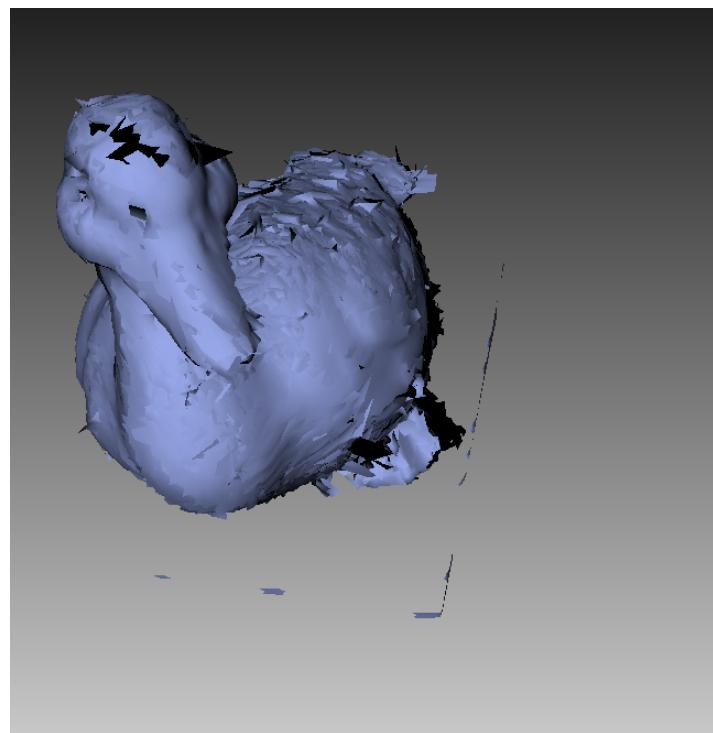

Рис. 8.27: Результат совмещения
4. Нажмите кнопку *Собрать...* для запуска совмещения с указанными ограничениями (результаты сборки показаны на Рис. 8.27). Если вас не устраивают результаты сборки, нажмите кнопку ↲ и создайте дополнительные наборы точек или переместите существующие наборы. Для повторения ранее отмененной операции нажмите ⌘.